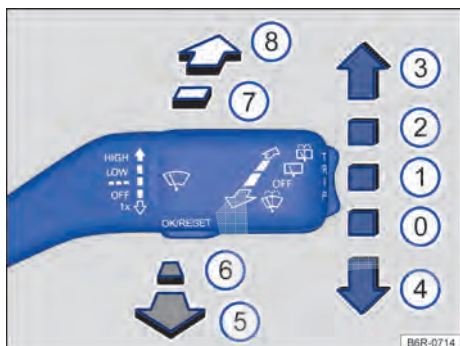

Fig. 62 Comandar os limpadores / lavadores do para-brisa e o limpador / lavador do vidro traseiro.
- Pressionar a alavanca dos limpadores dos vidros brevemente para baixo → Fig. 62 (4).